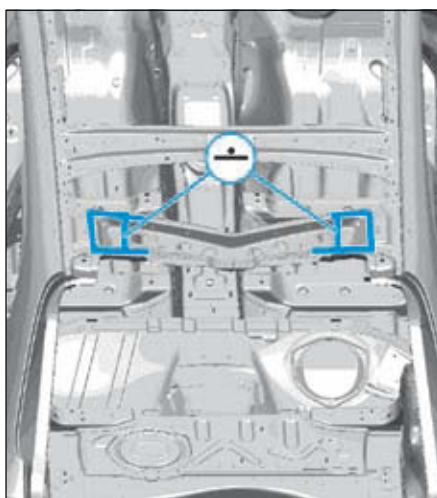

FIG.106
- Ajuster et souder comme illustré (Fig.106).